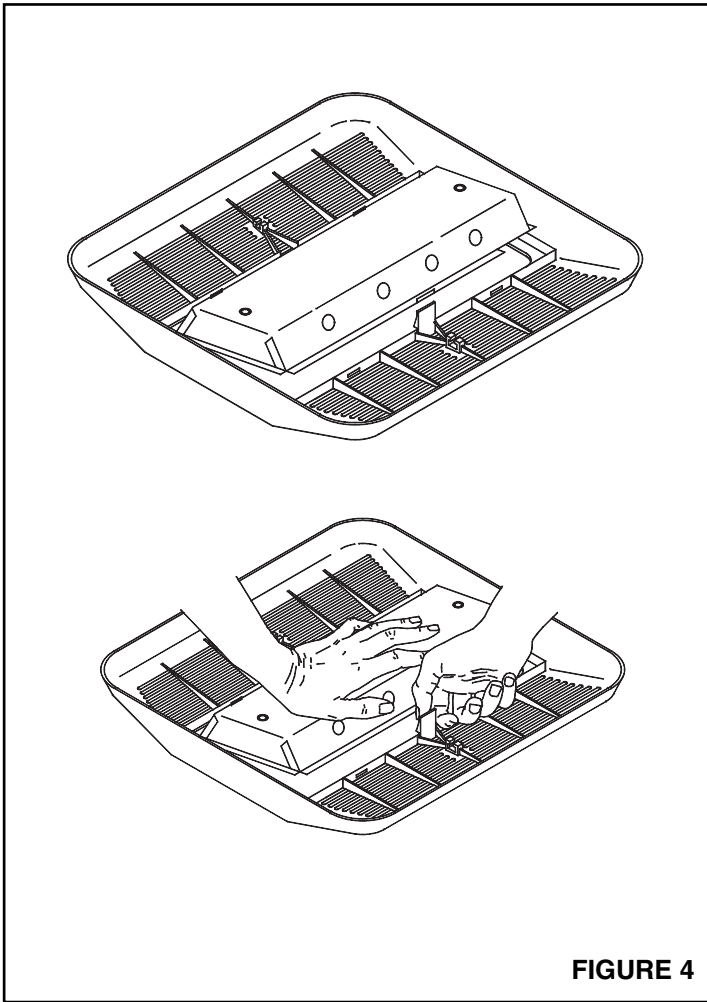

FIGURE 4
1. **Voir Figure 4.** Ouvrez les réflecteurs à l'arrière de la grille en appuyant sur le dispositif de verrouillage et soulevez-le loquet du réflecteur. Installez une ampoule incandescente de type A de 100 Watts maximum. Nota: la réflecteur maintient le diffuseur de verre en place. Veillez à ce que le diffuseur ne tombe pas de la grille. Fermez le réflecteur et remettez-le en place.
2. **Voir figure 4.** Ouvrez le réflecteur à l'arrière de la grille en appuyant sur le dispositif de verrouillage et soulevez le réflecteur. Nota: Le réflecteur maintient le diffuseur de verre en place. Veillez à ce que le diffuseur ne tombe pas de la grille. Fermez le réflecteur et remettez-le en place. Remplacez l'ampoule avec une ampoule de type A de 100 Watts maximum. Fermez le socle et remettez-le dans sa position initiale.